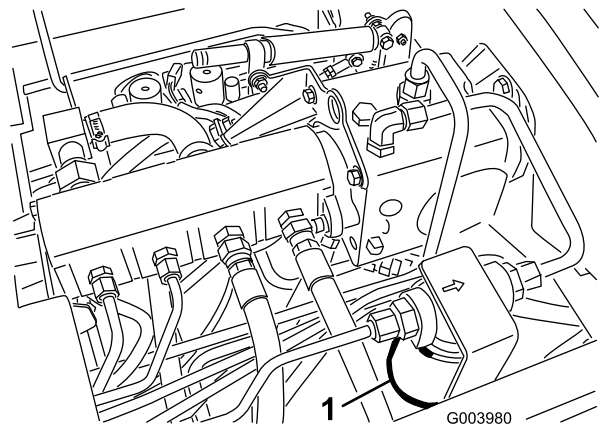
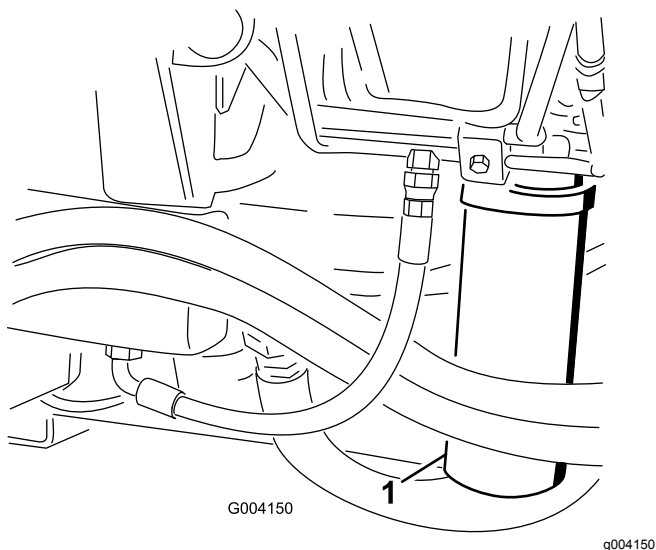

図 67
図 68
2. フィルタ取り付け部付近をきれいに拭い、下にオイル回収容器を置く図 67と図 68。